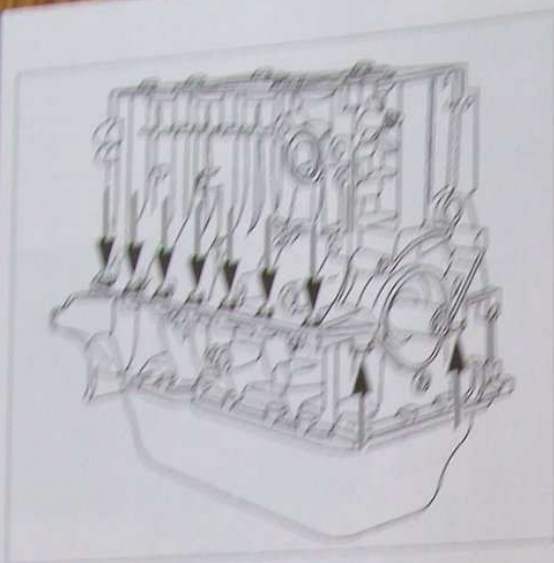
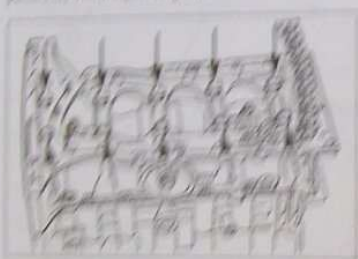

FIG. 50
FIG. 51
- les vis de fixation extérieure M6 et M11 du carter-chapeaux de paliers de vilebrequin (Fig.50).
- la grappe à huile (Fig. 50).
- les vis de fixation inférieures du carter-chapeau de la grappe de lubrification (Fig. 50).
- la grappe à huile et la chaîne d'entraînement (2) de la grappe à huile et la chaîne (3) (Fig. 51).
- les chapeaux de valves (4).
les vis de fixation des chapeaux (Fig. 50).
reposer le carter-chapeaux de paliers sur le carter-cylindres et serrer ses vis de fixation intérieure M11 (Fig.51) puis extérieure M6 et M11 (Fig.50).
Serrer les vis intérieures M11 du carter-chapeaux progressivement en spirale et en commençant par le palier central (Fig.51).